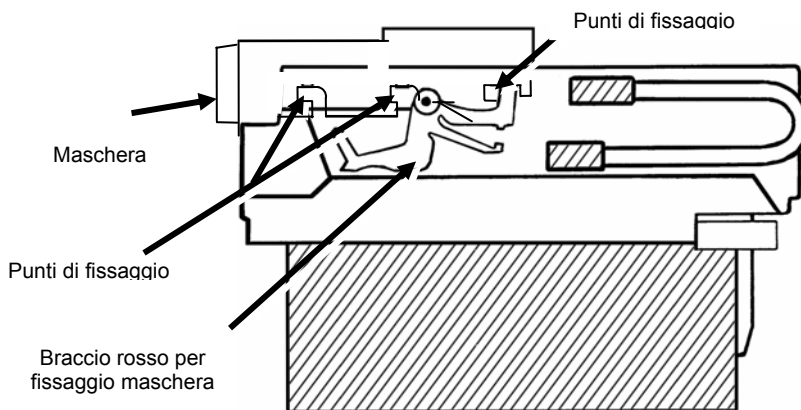

Figura 10 - Rimozione mascherina e lettore
Premere entrambi i bracci di fissaggio rossi in modo che questi si sgancino dai lati della mascherina. La mascherina può venire quindi sganciata dai 6 punti di fissaggio, (vedi figura 10). Per il riposizionamento premere la mascherina sui sei punti di fissaggio (3 su ciascun lato). I bracci rossi di fissaggio scatteranno nuovamente per tenere in posizione la mascherina.
- Con i percorsi banconote NV10 esposti (vedi figura 10) posizionare l'apparecchiatura su una superficie pulita e asciutta.